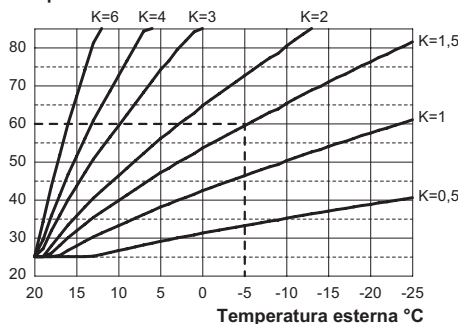

Figura 5.30
Se alla caldaia **È COLLEGATO** il comando remoto (opzionale) riferirsi alla Figura 5.30. In questo caso il settaggio del coefficiente K deve essere fatto da remoto.
Il coefficiente K è un parametro che innalza o abbassa la temperatura di mandata caldaia al variare della temperatura esterna. Quando si installa la sonda esterna bisogna impostare questo parametro in base al rendimento dell'impianto di riscaldamento per ottimizzare la temperatura di mandata (Figura 5.30).
una esterna di -5°C si deve settare un K di 1,5 (linea tratteggiata in Figura 5.30).
- Utilizzando i tasti 16 o 17 è possibile modificare il valore del parametro 15 da un minimo di **01** ad un massimo di **60** in base alla curva scelta del coefficiente K in Figura 5.30 (il valore letto sul display corrisponde a valori decimali di coefficienti K).